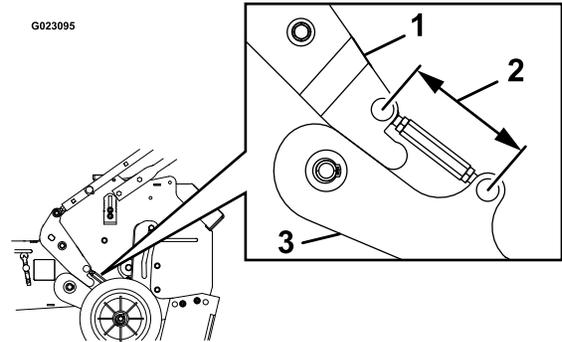

Figura 18
2. Debe haber contacto superficial entre el brazo de la rueda y el mecanismo del eje de giro (Figura 18). Si no es así, compruebe la distancia del acoplamiento de elevación inferior y haga los ajustes necesarios.